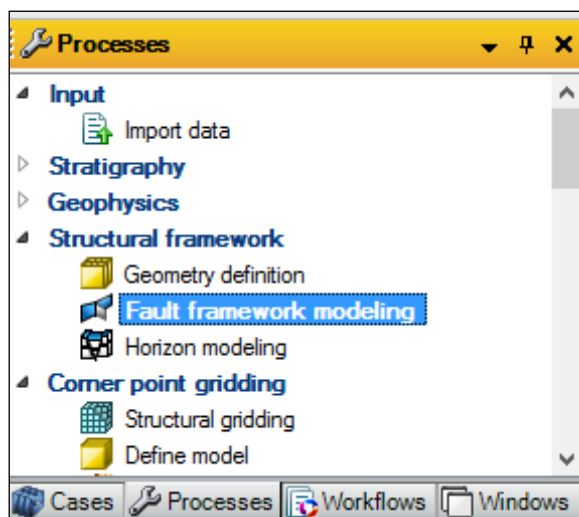
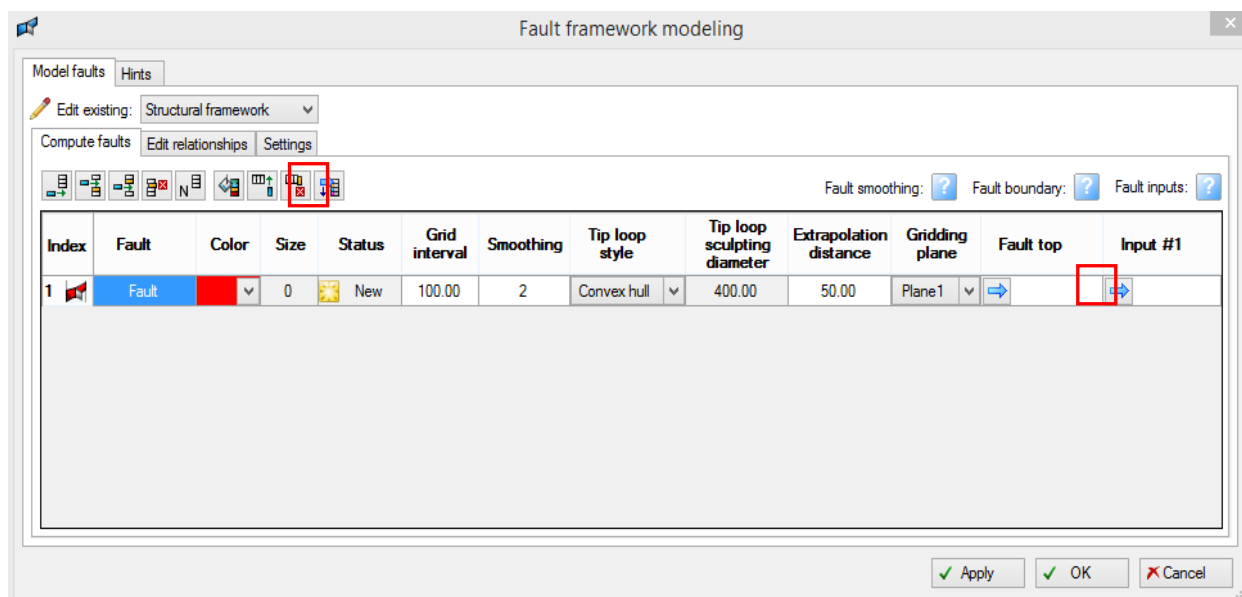
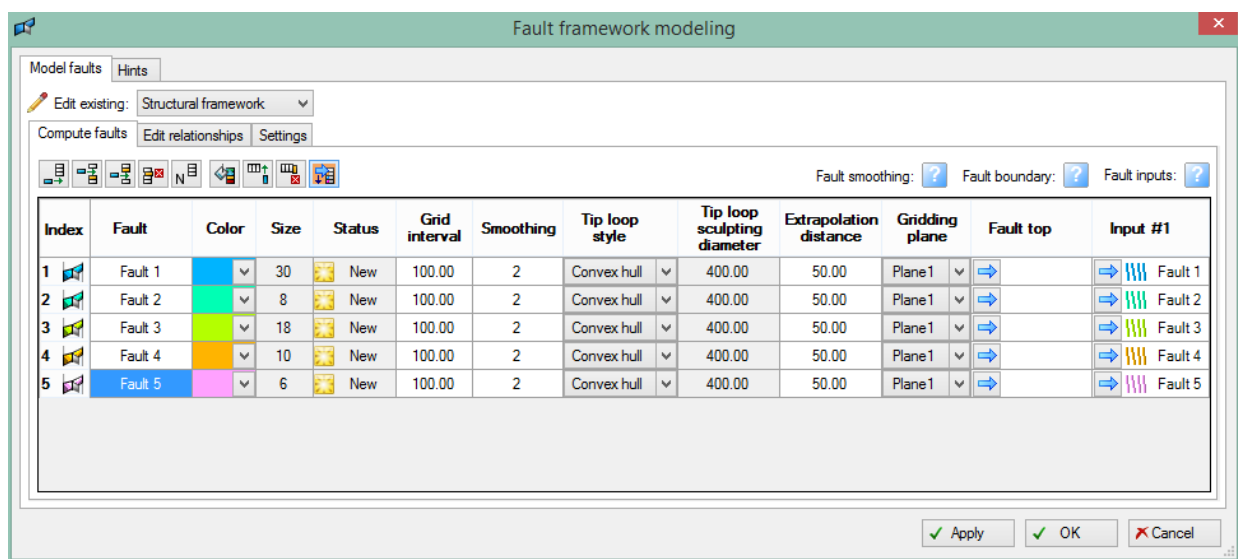
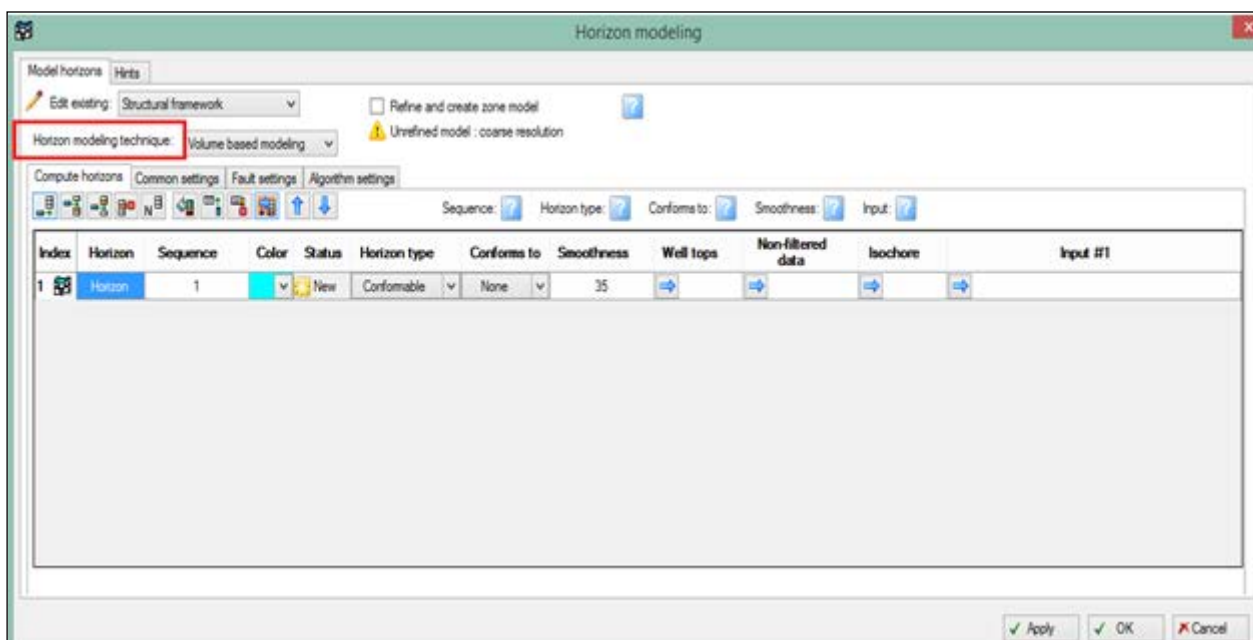

Рис.8.7.
Рис.8.8.
Рис.8.10.
Рис.8.12.
Далее необходимо создать модель разломов из пилларов, которые расположены на панели **Input** и были созданы в упражнении 7. Перейдите на вкладку **Structural framework** на панели **Processes** и выберите процедуру **Fault framework modeling** (рис.8.7). Откроется диалоговое окно (рис.8.8), в которое надо перетащить пиллары из панели **Input**. В Petrel существует упрощенная процедура добавления большого количества элементов в диалоговые окна, будь то поверхности, отбивки, пиллары и т.д.
2) Затем нажмите на иконку **Multiple drop** (рис.8.8) и на синюю стрелку около меню **Input #1**. Все пиллары отображены в окне **Fault framework modeling** (рис.8.10). Нажмите **OK**.
Следующим этапом при формировании структурного каркаса является построение горизонтов, в которых учитываются поверхности разломов, созданных при помощи процесса **Fault framework modeling**. Для создания данных поверхностей воспользуемся процедурой **Horizon modeling**, которая расположена на вкладке **Structural framework** на панели **Processes** (рис.8.7). Выбрав данную опцию, откроется диалоговое окно (рис.8.12). В поле **Input #1** перетащите поверхности Z(TOP), Z(MID) и Z(BASE) из панели **Input** способом, который был описан для пилларов. В поле **Horizon modeling technique** выберите режим **Fault center and dislocation**.